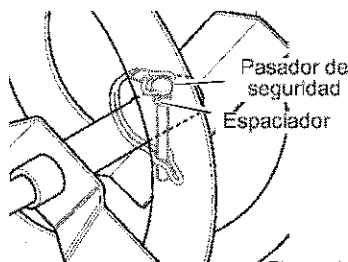

Figura 112
3. Alinee el agujero de la barrena con el agujero del eje de la barrena. Instale el nuevo **pasador de seguridad y espaciador**. Figura 112.